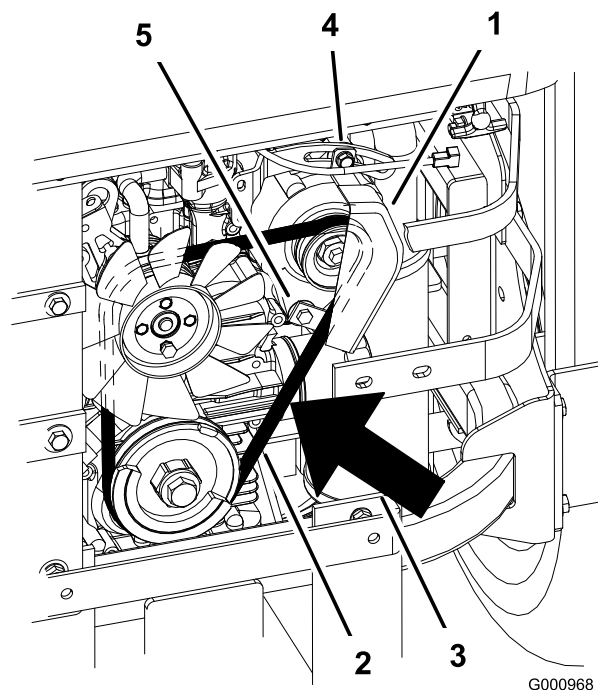

Figure 72
7. Desserrez le boulon inférieur et retirez le boulon de fixation supérieur de l'alternateur et du couvercle (Figure 72).
9. Installez une courroie neuve autour des poulies et de l'alternateur (Figure 72).
14. Serrez le boulon inférieur et vissez le boulon de fixation supérieur de l'alternateur et du couvercle (Figure 72).
2. Réglez l'alternateur vers l'extérieur jusqu'à ce que la courroie présente une flèche de 7 à 9 mm (1/4 à 11/32 po) quand une force de 10 kgf est exercée entre les poulies du moteur et de l'alternateur (Figure 72).
5. Si la flèche est correcte, serrez les boulons inférieur et supérieur (Figure 72).